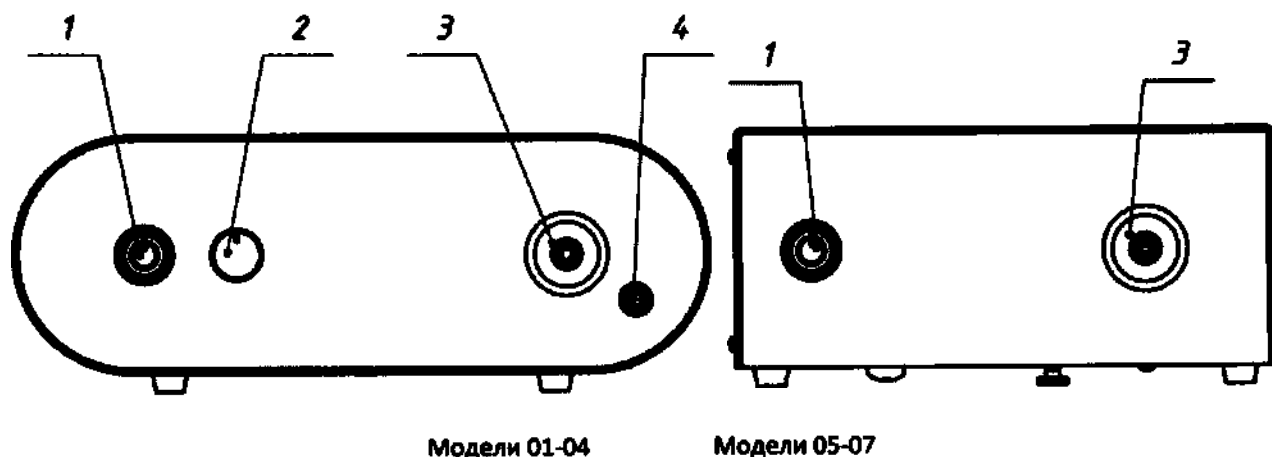

Рис.4. Лицевая панель блока осветителя.
1. Подключить кабель для передачи света к соответствующему разъёму на лицевой панели блока осветителя (рис.4, поз.3).
Непосредственно перед использованием осветителя включить прибор кнопкой на лицевой панели блока осветителя (рис.4, поз.1). При этом должна загореться индикация на кнопке. Выставить минимальную достаточную яркость с помощью ручки на лицевой панели (рис.4, поз.2, только модели 01-04).
В случае отключения кабеля для передачи света от прибора, с которым используется осветитель, на лицевой панели блока осветителя предусмотрен держатель свободного конца кабеля для передачи света (рис.4, поз.4, только модели 02, 04).
1. Отключить прибор кнопкой на лицевой панели блока осветителя (рис.4, поз.1).
2. Извлечь кабель для передачи света из соответствующего разъёма на лицевой панели блока осветителя (рис.4, поз.3). При этом необходимо соблюдать осторожность так как торцы кабеля для передачи света могут иметь высокую температуру непосредственно после использования осветителя.